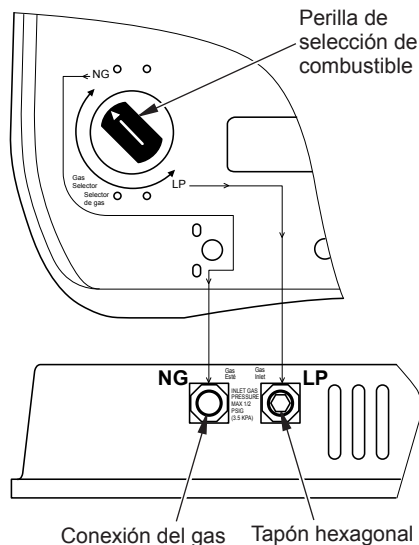

Figura 12 - Ajustes para Gas Natural
1. Retire el tornillo de la placa de la cubierta situados en la parte posterior del calentador (consulte la Figura 12). Gírela para que se vea el dispositivo de selección de combustible.
2. Para GAS NATURAL, presione la perilla con un destornillador plano con hoja de un cuarto de grosor y gire la perilla en dirección de las manecillas del reloj hasta que la perilla quede fijada en la posición NG (consulte la Figura 12). El dispositivo de selección de combustible debe estar fijo en la posición NG. No use el calentador con la perilla ubicada entre las dos posiciones.
4. Retire el tapón hexagonal (con la llave provista) de la entrada de gas natural del regulador (consulte la Figura 12). Coloque el tapón hexagonal en la entrada LP del